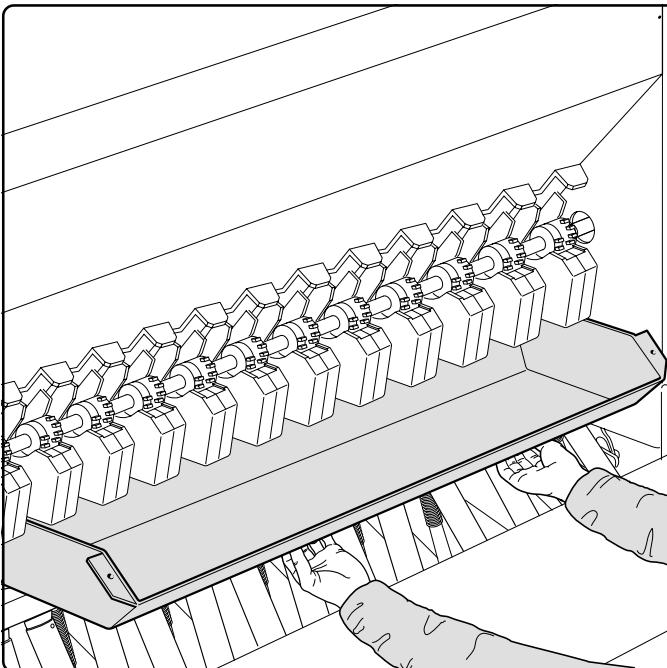

Fig. 34
- sganciare le vasche raccogli semi e posizionarle sotto le bocche di uscita semi (Fig. 34).
- Release the seed-holder tanks (Fig. 34) and position them beneath the seed discharge mouths.
- die Samenbehälter (Abb. 34) aushängen und sie unter die Samenausgangsstützen stellen.
- décrocher les cuves à semences (Fig. 34), qui seront positionnées sous les goulots de sortie des graines
- desenganchar las cubas de recolección de las semillas (Fig. 34) y situarlas debajo de las bocas de salida de las semillas;